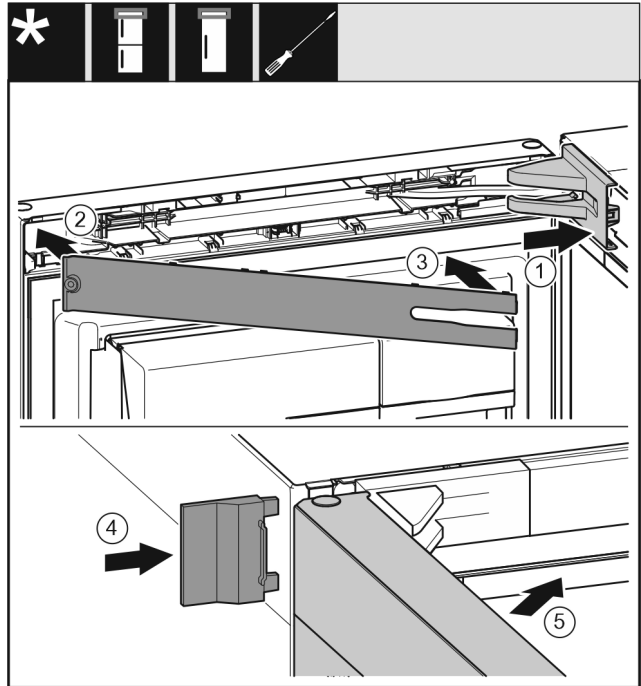

Fig. 32
- ▶ Vendosni kapakun mbulues të bazamentit mbështetës Fig. 32 (1) dhe mbërthejeni në vend, duke i ndarë nga njëri-tjetri nëse nevojitet.
- ▶ Vendosni panelin mbulues Fig. 32 (2).
- ▶ Hapni kapakun Fig. 32 (3) dhe mbërthejeni.
- ▶ Shtyni kapakun mbulues të jashtëm Fig. 32 (4).
- ▶ Mbyllni derën lart Fig. 32 (5).